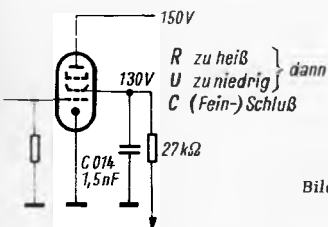

Bild 3.09-3. Schnellprüfung am Schirmgitter
Ist die Schirmgitterspannung (7) des Pentodensystems beispielsweise nur 10 V groß, so wird der Kanalwähler geöffnet und direkt nach dem Ausschalten vorsichtig an den spannungszuführenden Widerstand gegriffen. Ist dieser übermäßig heiß, dann ist der Kondensator C 014 defekt (Bild 3.09-3). Bleibt der Widerstand kalt, so ist dieser auszuwechseln und die Spannung ist zu messen. Stimmt sie noch nicht, dürfte außerdem noch der Kondensator schadhaf sein. Das ist eine Methode, die auch bei anderen Stufen des Gerätes bei ähnlichen Schaltungen angewendet werden kann. Es werden unnötige Lötarbeiten vermieden. Wird der Widerstand heiß, so ist wahrscheinlich ein Kurzschluß hinter dem Widerstand vorhanden und die Spannung ist deshalb abgesunken. Es ist dann nicht nötig, den Widerstand abzulöten. Entspricht die Spannung nach Beseitigung des Schlusses dem Normalwert und ist äußerlich kein Schaden am Widerstand feststellbar, braucht er nicht ausgewechselt zu werden.